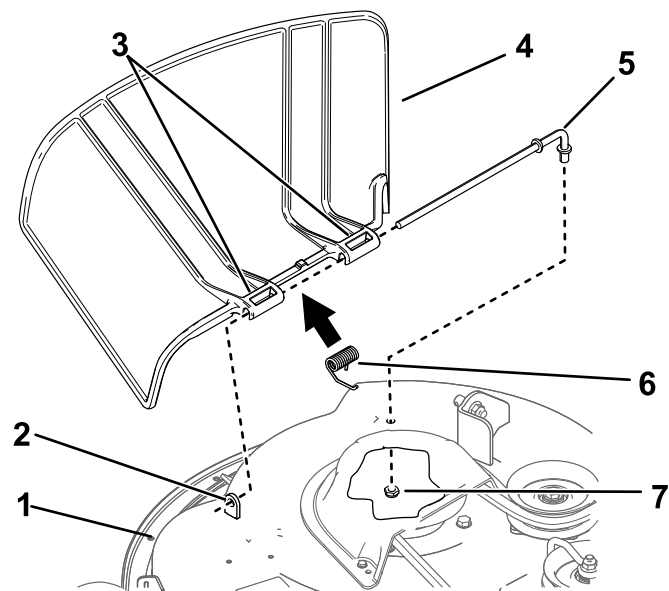

Figura 68
- Retire la tuerca ( $\frac{3}{8}$ " ) de la varilla (debajo del cortacésped) (Figura 68).
- Retire la varilla del espaciador corto, del muelle y del deflector de hierba (Figura 68).
- Instale el deflector de hierba nuevo (Figura 68).
- Deslice la varilla por el segundo pivote del deflector de hierba (Figura 68).
- Sujete el extremo trasero de la varilla al cortacésped con una tuerca ( $\frac{3}{8}$ " ), según se muestra en Figura 68.